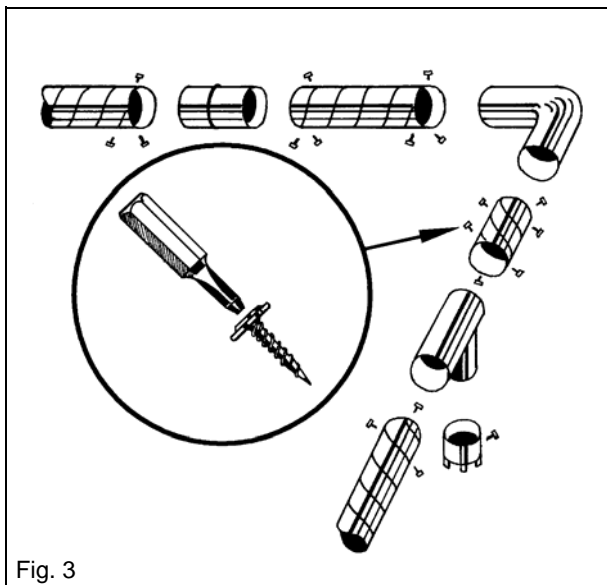

Fig. 3
### Sammenkoblinger av kanaldeler (Fig. 3)
### Sammankoppling av kanaldelar (Fig.3)
**D****Verbindungen (Fig. 3)**
**GB****Duct connections (Fig. 3)**